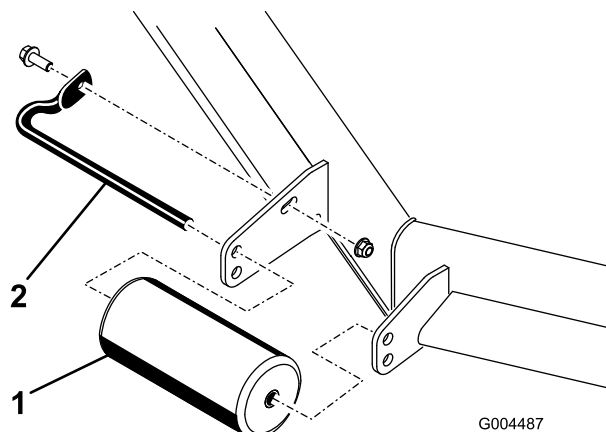
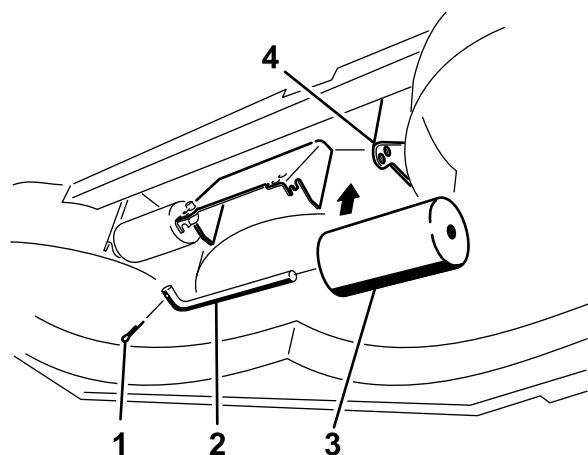

図 24
図 28
4. デッキのローラを固定しているボルトナット類を外して、ローラの高さを調整する；使用するデッキのタイプに合わせて 図 24 から 図 28 を参照。